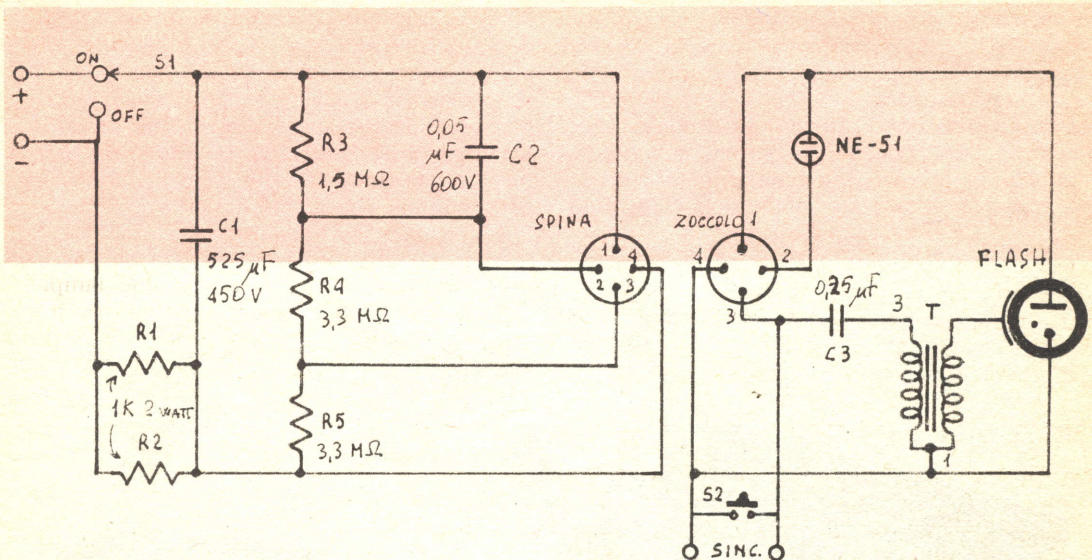

FIG. 3
- \* N.B. I componenti segnati con asterisco sono gli stessi da usare per lo schema di Fig. 3.